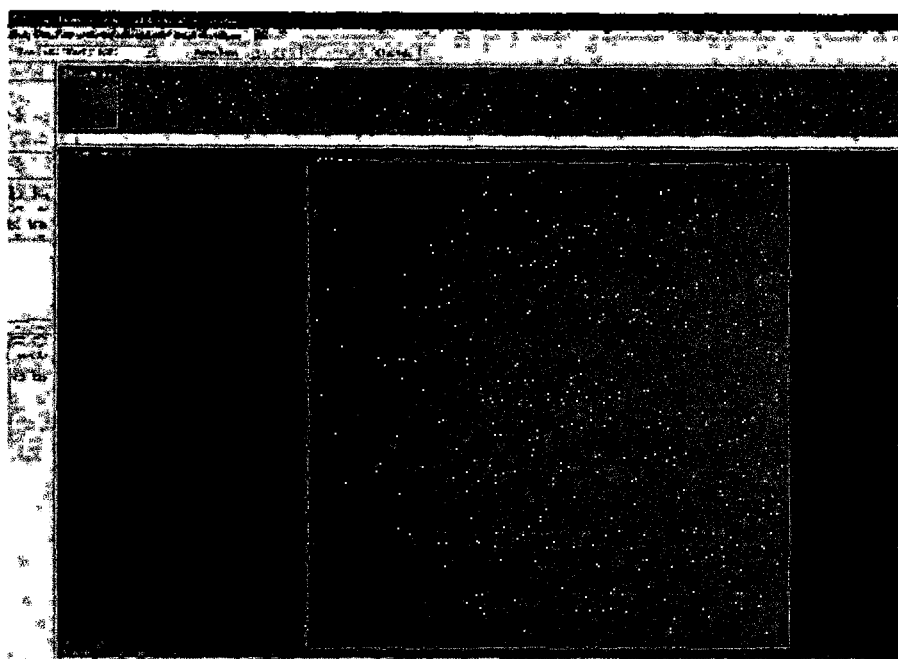

Рисунок 70 Окно отображения полученного изображения
- Наведите курсор мышки на полученное изображение. В нижнем левом углу отобразится информация о значении серого (см. рис. 70). Если значение серого находится в пределах $2500 \pm 10\%$, то можно переходить к следующему действию. Если нет, то необходимо вернуться к программному обеспечению генератора высокого напряжения, настроить параметр дозы облучения "ms" и провести еще одну экспозицию в ПО "ViVA". Настройку параметра "ms" необходимо выполнять пока значение серого не достигнет вышеуказанных пределов.